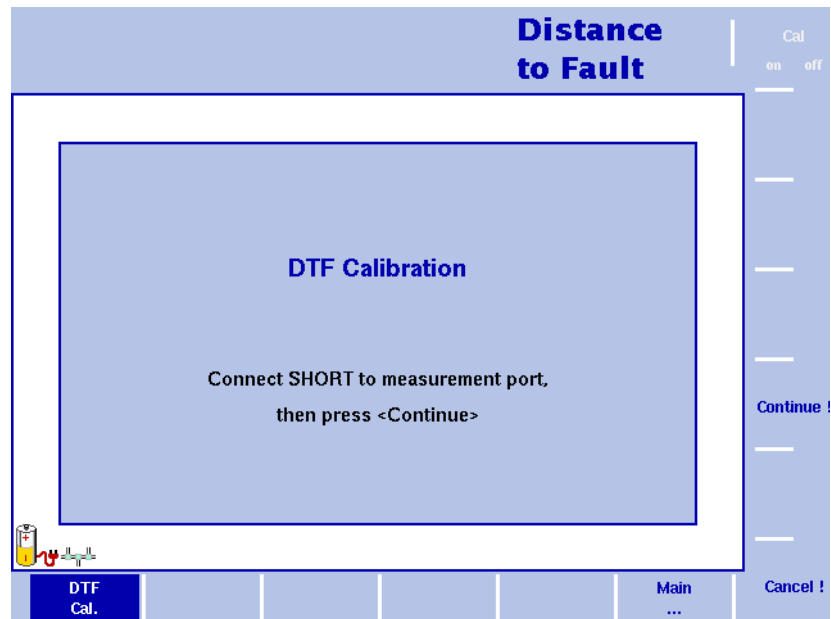

Figura 49 Menu Distance to fault Calibration
- 3 Il 9102 utilizza una serie di messaggi mostrati sullo schermo per guidarvi attraverso tutta la procedura di calibrazione, come mostrato in Figura 49. Quando vi viene richiesto, connettere il set di calibrazione al cavo di estensione della porta Test, e premere **Continue**. E' possibile interrompere in ogni momento la procedura di calibrazione premendo il tasto-funzione **Cancel**.